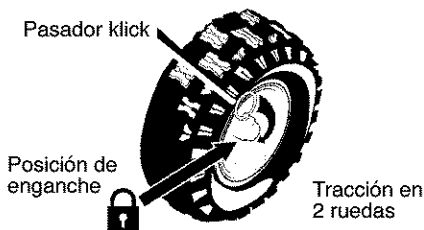

Figura 46
1. La rueda del derecho va asegurada al eje por medio de un pasador de enganche (**pasador klik**). Esta unidad fue despachada con el pasador en la **posición de enganche** (a través del agujero de la rueda). Figura 46.